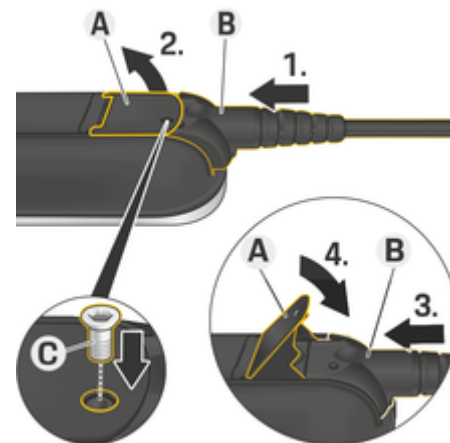

Рис. 59: Закрепление кабеля и фиксация штекера
- ✓ Рычаг **А** (Рис. 59) закрыт.
- 1. Вставьте штекер **В** (Рис. 59) в панель управления до появления первого сопротивления.
- 5. Закрепите штекер **В** винтом **С** (Рис. 59) на панели управления.